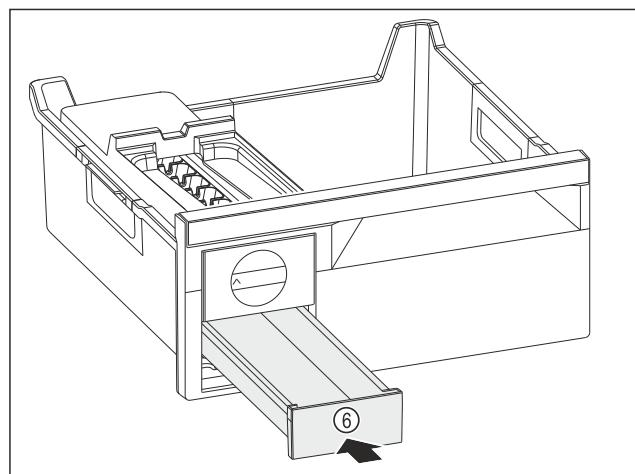

Fig. 101
- Zasuňte zásuvku na kocky ľadu Fig. 101 (6).